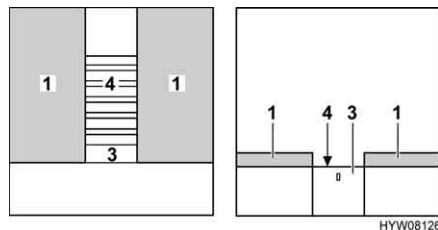

Fig. 91 Pendant la transformation
- Faire ressortir le sommier à lattes complètement (Fig. 91,4). Tirer pour ce faire sur le tiroir (Fig. 91,3).